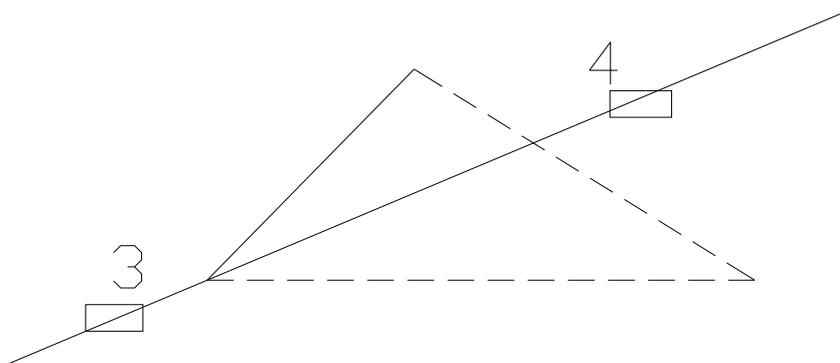

Рис. 2.3
- после нажатия клавиши \downarrow появится запрос «указать обрезаемый объект», курсором отмечаем ненужные участки (□3 и □4) биссектрисы (рис. 2.3):